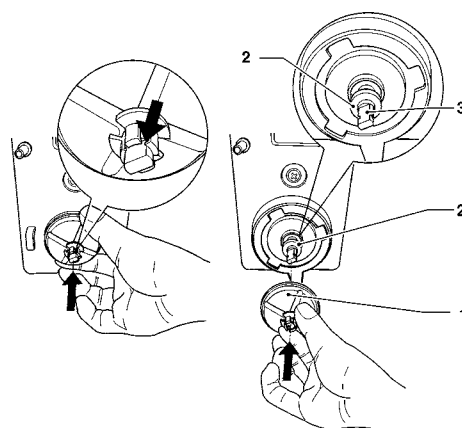

Fig. 34
- per smontare le ventoline è sufficiente bloccare esercitare una leggera trazione per liberarle (vedi fig. 34);
- Verificare che il labbro di tenuta della guarnizione premistoppa non sia lacerato e non abbia perso di elasticità; per inserirla posizionare la guarnizione appena oltre lo scarico dell'albero. Inserendo a fondo la ventolina, la guarnizione premistoppa assumerà la corretta posizione (vedi fig 34).